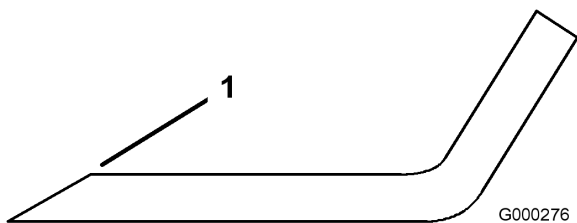

Figure 61
1. Au moyen d'une lime, aiguisiez les tranchants aux deux extrémités de la lame (Figure 61) en veillant à conserver l'angle de coupe d'origine. Limez la même quantité de métal sur chacun des deux tranchants pour ne pas déséquilibrer la lame.